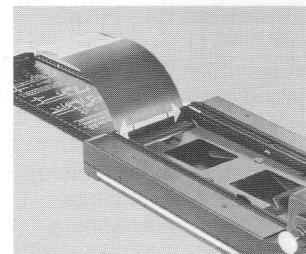

Fig. 5
3.4. Filmdruckplatte (13) hinunterklappen. Doppelpfeil des Papiervorspanns bis zur Einstellmarke in der Kassette vorziehen (Fig. 5 + 6).
3.4. Fold down the film pressure plate (13). Advance backing paper to bring its double arrow mark in line with the loading mark on the holder (fig. 5 + 6).
3.4. Fermer la plaque de pression du film (13). Tirer la double flèche de l'amorce en papier jusqu'à la marque sur le châssis (fig. 5 + 6).